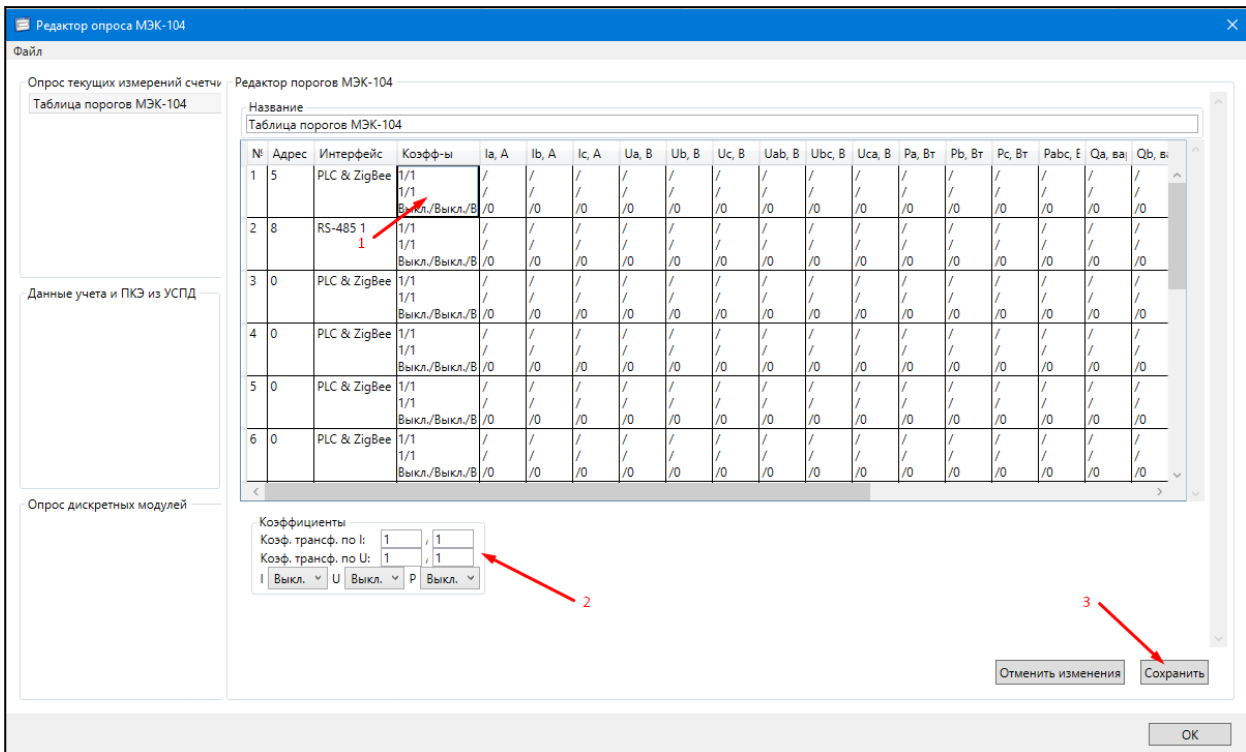

Рисунок 8.28 – Окно редактора опроса текущих измерений счетчиков и набора порогов
- в таблице опроса текущих измерений счетчиков и набора порогов отредактировать адреса счетчиков, каналы связи, коэффициенты и пороги путем выбора ячейки и изменения значений в появившемся под таблицей интерфейсе (рисунок 8.28);